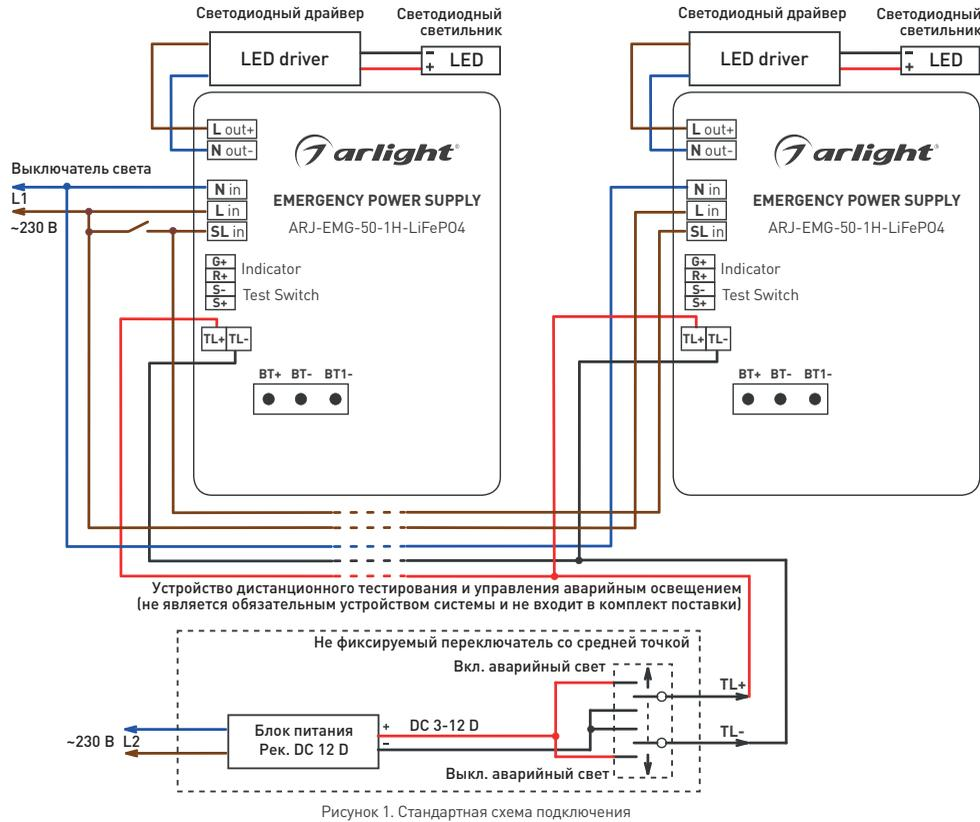

Рисунок 1. Стандартная схема подключения
- 3.4. Подключите провода, постоянно подключенные к сети: L (фаза) — коричневый провод, N (ноль) — синий провод. Смотрите рисунок 1.
Подключите провод, постоянно подключенный к сети: L (фаза) — коричневый провод через **Выключатель света** ко входу **SLin** источника питания. Смотрите рисунок 1.
Подключите входные провода источника питания светильника «Светодиодный драйвер» N (ноль), L (фаза) — коричневый провод. Смотрите рисунок 1.